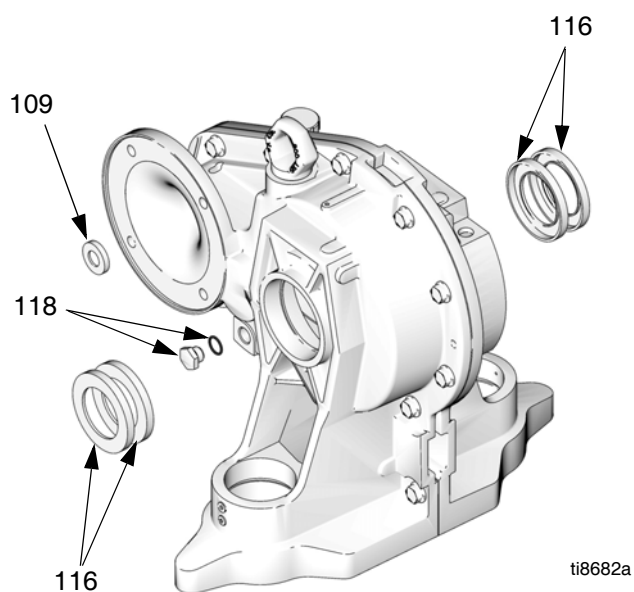

FIG. 26. Tenute del riduttore
5. Rimuovere le quattro viti (12) ed entrambi i coperchi (21, 32).
6. Vedere FIG. 26. Sul lato motore del riduttore a ingranaggi, svitare il tappo dell'olio di drenaggio (118) ed estrarre la guarnizione. Forare la tenuta di ingresso (109) con una vite di lamiera temprata e estrarla.